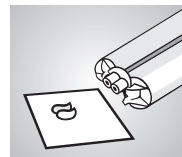

Fig. 3
L'utilisation de la cartouche se fait à l'aide du pistolet mélangeur Automix2 (Fig. 2). Monter la cartouche sur le pistolet mélangeur et ensuite enlever le bouchon de la cartouche en le tournant. Faire sortir une petite quantité de matériau, jusqu'à ce qu'il sort des orifices de la cartouche d'une manière homogène (Fig. 3). Lors du montage de la canule de mélange observer les montures à baïonnette de la canule et de la cartouche. Arrêter la canule en la tournant dans le sens opposé (Fig. 4). Maintenant le matériau est prêt à l'emploi. Après usage, laisser la canule de mélange en place pour servir de bouchon. Utiliser exclusivement les canules de mélange 10:1 de couleur bleue pour l'application du **tempofit® semi**!
- Afin d'assurer un mélange homogène: Avant de monter la canule de mélange, **toujours** faire sortir une petite quantité du matériau, jusqu'à ce que la base et le catalyseur sortent des **deux orifices** de la cartouche **d'une manière homogène** (Fig. 3).